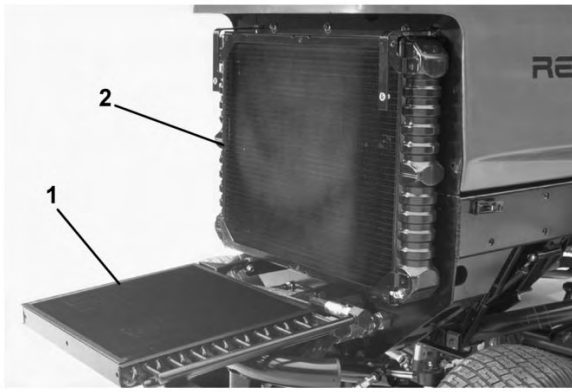

Figura 75
3. Desenrosque los pomos y gire hacia atrás el enfriador de aceite (Figura 75). Limpie a fondo ambos lados del enfriador de aceite y la zona del radiador con aire comprimido. No utilice agua. Abra el capó y expulse los residuos hacia la parte trasera de la máquina. Gire el enfriador a su posición inicial y apriete los pomos.